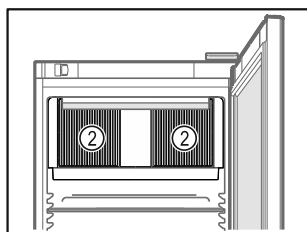

Fig. 75
- ☐ Ventilatiesleuf Fig. 75 (2) van de ventilator in de binnenruimte vrijhouden.